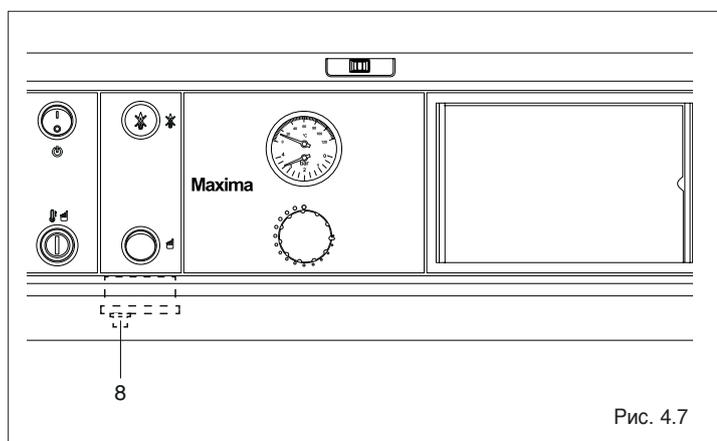

Рис. 4.7
- Снимите колпачок с термостата дымовых газов (8, Рис. 4.7)